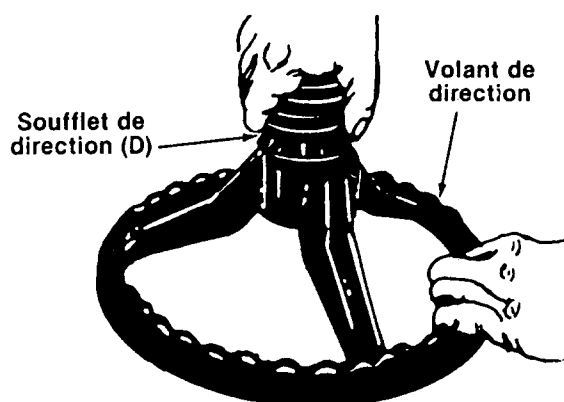

FIGURE 12
2. Installez le soufflet de direction (D) sur le volant de la manière indiquée à la figure 12.